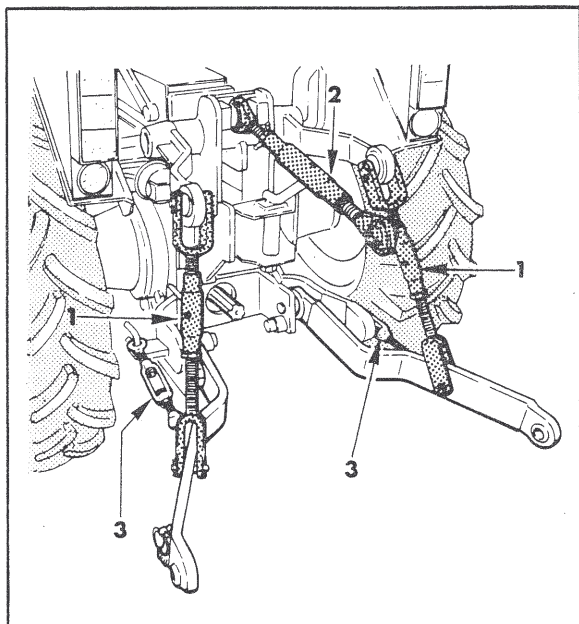

Figure 2 - Dispositif de levage à trois points
Relier les bras et le support du dispositif de levage à trois points au porte-outils du tracteur, comme l'indique la figure 2. Après avoir installé sur le dispositif de levage l'outillage voulu, il est nécessaire d'effectuer les réglages, de telle sorte que, avec le dispositif de levage à fin de course en haut (position de transfert) l'outillage ne soit pas soulevé plus qu'il ne faut, et qu'avec le dispositif de levage abaissé l'outillage, durant le travail, ait la possibilité d'accomplir une autre course vers le bas. Il est en outre nécessaire d'effectuer un réglage transversal en fonction du type de travail à exécuter. Tous ces réglages peuvent être effectués en agissant sur les tirants (1, fig. 2) et sur le support (2) (en les